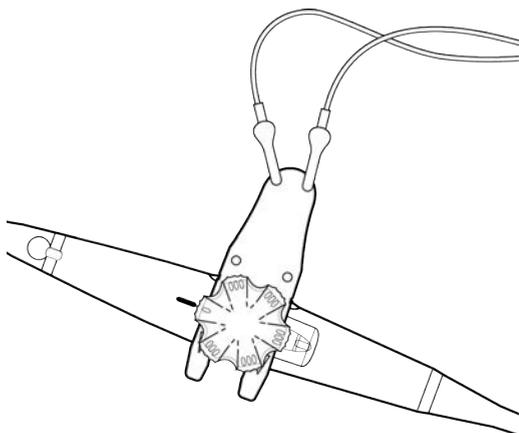

Figura 19 Adhesión a la herramienta de la prueba de perforaciones
- b Conecte los electrodos rojos a la herramienta de la prueba de perforaciones tal y como se muestra en la **Figura 19**.